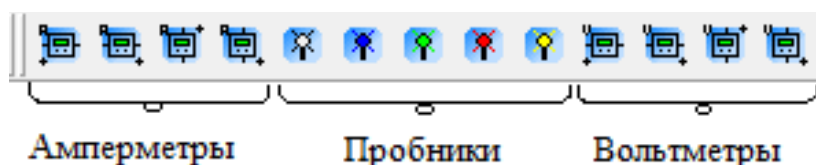

Рис. 1.10
1.2.4 Элементы панели *Измерительные* (рис. 1.10).